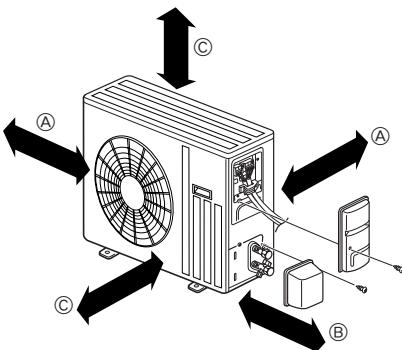

Fig. 3-2
3.2. Unidade exterior (Fig. 3-2)